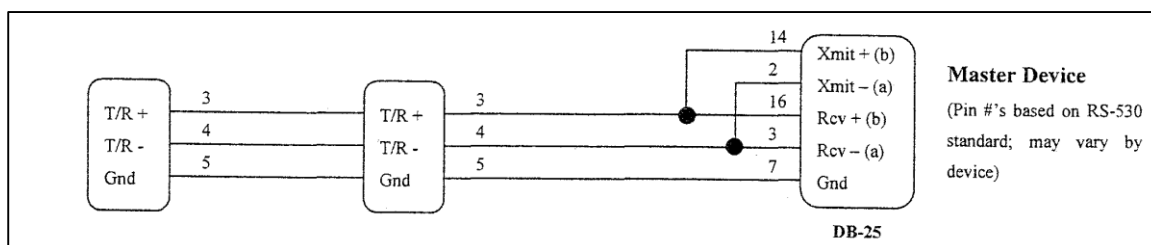

Figure 46. RS485 Wiring (2 wire).
- RS 485 Wiring Diagram (Figure 46)